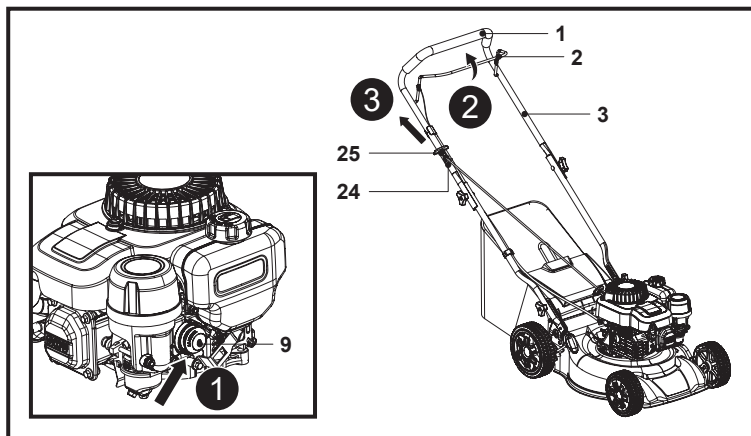

Fig. 14
1. Apasă starterul (9) de 3 ori dacă motorul este rece (Fig. 14, pasul 1). Poți trece direct la pasul următor dacă motorul este cald.
2. Stai în spatele mânerului de prindere (1).
3. Trage înapoi maneta de frână (2) și ține-o lipită de mânerul de prindere (1) (Fig. 14, pasul 2).
4. Pune mânerul demarorului cu recul (25) pe cârligul (24) aflat în partea din dreapta a barei mânerului superior (3).
5. Trage ușor de mânerul demarorului cu recul (25) până când simți rezistență, apoi trage-l rapid. Repetă manevra până când motorul pornește (Fig. 14, pasul 3).